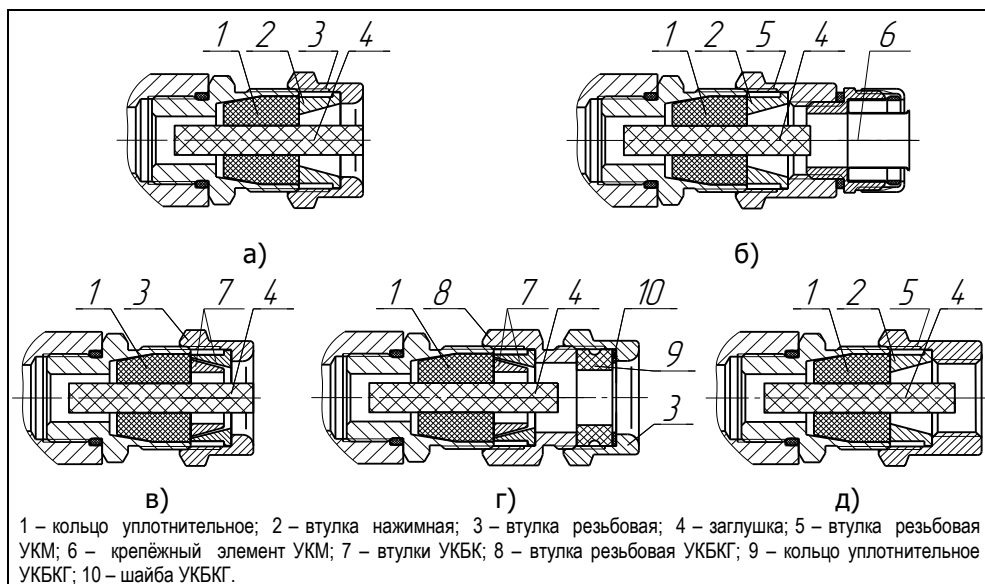

Рисунок 3 – Элементы кабельных вводов:
1.4.3 Корпуса изготавливаются с кабельными вводами **D12** и **D18** (см. рисунок 3). Кабельный ввод крепится к корпусу с помощью резьбового соединения.
Кабельный ввод, изготавливаемый по умолчанию, (см. рисунок 3, а) содержит кольцо уплотнительное 1, втулку нажимную 2, втулку резьбовую 3, заглушку 4.
Варианты исполнения кабельных вводов с устройством крепления металлорукава содержат втулку резьбовую 5 с резьбой под крепёжный элемент 6, в котором фиксируется металлорукав (см. рисунок 3, б). Кабельный ввод **D12** имеет варианты исполнения **УКМ10**, **УКМ12**, **УКМ15** и **УКМ20** для крепления металлорукава с внутренним диаметром 10, 12, 15 и 20 мм соответственно. Кабельный ввод **D18** имеет вариант исполнения **УКМ20** для крепления металлорукава с внутренним диаметром 20 мм.
Варианты исполнения кабельных вводов с устройством крепления бронированного кабеля содержат втулки 7 (см. рисунок 3, в). Фиксация брони кабеля осуществляется между втулками 7 при наворачивании втулки резьбовой 3. Кабельный ввод **D12** имеет вариант исполнения **УКБК16** для крепления бронированного кабеля с наружным диаметром до 16 мм. Кабельный ввод **D18** имеет варианты исполнения **УКБК21** для крепления бронированного кабеля с наружным диаметром до 21 мм. Варианты **УКБК** обеспечивают надежное электрическое соединение брони кабеля с корпусом уровнемера.
Варианты исполнения кабельных вводов с герметизированным устройством крепления бронированного кабеля (см. рисунок 3, г) содержат втулки 7 для фиксации брони кабеля при наворачивании втулки резьбовой 8, а также кольцо уплотнительное 9, шайбу 10 и втулку резьбовую 3 для герметизации по оболочке кабеля. Данный вариант кабельного ввода комплектуется двумя кольцами уплотнительными 9. Одно кольцо устанавливается в кабельный ввод, другое прикладывается. Каждое кольцо имеет свой диапазон допустимых наружных диаметров монтируемого кабеля. Кабельный ввод **D12** имеет вариант исполнения **УКБКГ16** для крепления бронированного кабеля с
Варианты исполнения кабельных вводов с устройством крепления трубы содержат втулку резьбовую 5 с внутренней резьбой под крепление трубы (см. рисунок 3, д). Кабельный ввод **D12** имеет вариант исполнения **УКТ1/2** для крепления трубы с наружной резьбой G 1/2. Кабельный ввод **D18** имеет вариант исполнения **УКТ3/4** для крепления трубы с наружной резьбой G 3/4.